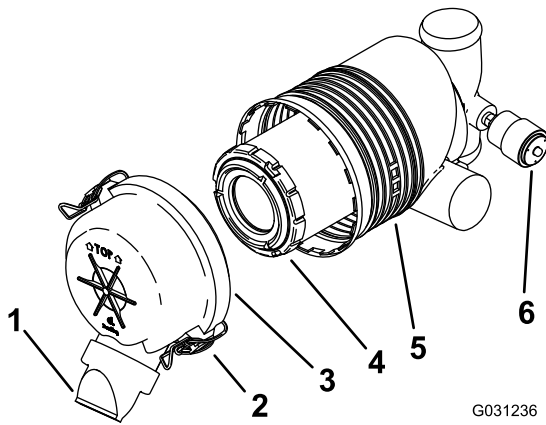

Figure 32
Important: Remplacez le filtre à air uniquement quand l'indicateur de colmatage est rouge (Figure 32). Ne remplacez pas le filtre à air plus fréquemment que nécessaire ; cela ne fait qu'accroître le risque de contamination du moteur par des impuretés quand le filtre est déposé.
5. Déverrouillez le filtre à air et détachez le couvercle du boîtier du filtre (Figure 32).
- Si l'indicateur de colmatage est transparent, reposez le couvercle du filtre à air, en orientant le capuchon antipoussière vers le bas, et fermez les verrous (Figure 32).
- Sortez l'élément filtrant du boîtier du filtre à air avec précaution (Figure 32).
- Posez l'élément filtrant avec précaution (Figure 32).
- Reposez le couvercle du filtre à air, le capuchon antipoussière orienté en bas, et fermez les verrous (Figure 32).